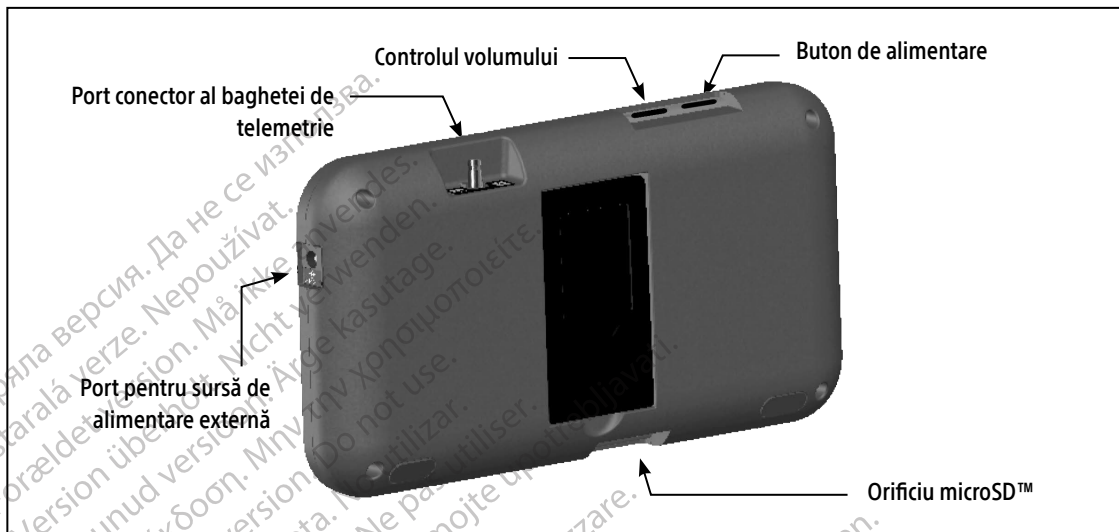

Figura 1: Controale și conexiuni externe
1. Conectați cablul sursei de alimentare externă la programator (Figura 1 la pagina 19).
Butonul de pornire al programatorului este localizat în nișa de deasupra și în spatele colțului din stânga al ecranului (Figura 1). Apăsați și mențineți butonul până când ecranul de afișare este activ.
Nivelul de volum al sunetelor generate de programator poate fi reglat temporar folosind controlul nivelurilor de volum (Figura 1 la pagina 19). Nivelul este resetat automat atunci când programatorul este repornit.
Pentru a conecta bagheta la programator, glisați conectorul cablului baghetei deasupra portului de comunicare al conectorului aflat pe marginea anterioară a programatorului (Figura 1 la pagina 19).